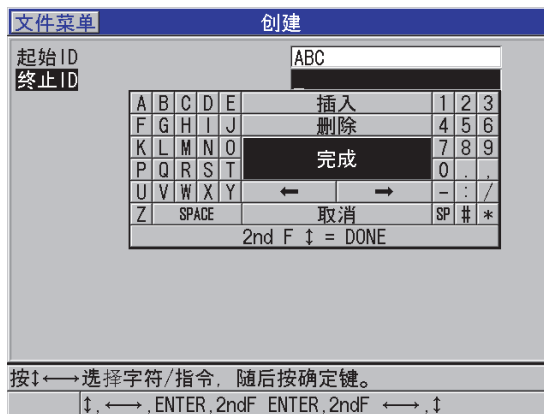

图 11-5 选择序列型文件类型的 ID 范围
3. 在**创建**屏幕的第二页中（参见第 175 页的图 11-5）：